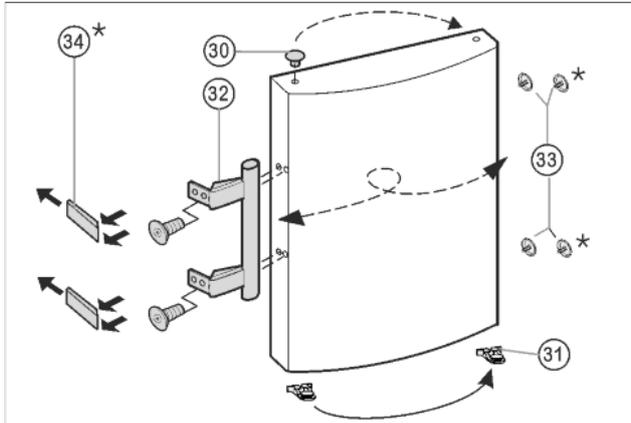

Fig. 8
- ▶ Извлеките пробку *Fig. 8 (33)* из опорной втулки дверцы и переставьте.
- ▶ Снимите и переставьте на противоположную сторону дверную ручку *Fig. 8 (32)*, пробку *Fig. 8 (33)* и прижимные пластины\* *Fig. 8 (34)*.